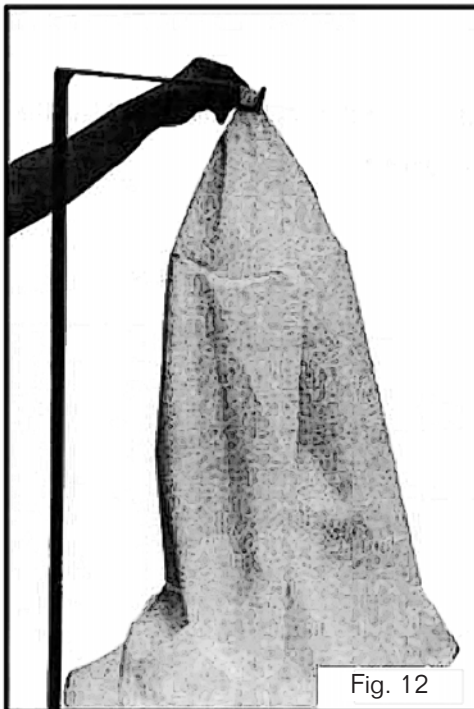

Fig. 12
10. Una vez que las bolsas está aseguradas, la bolsa superior debe colgar del soporte superior como se muestra en la Fig. 12